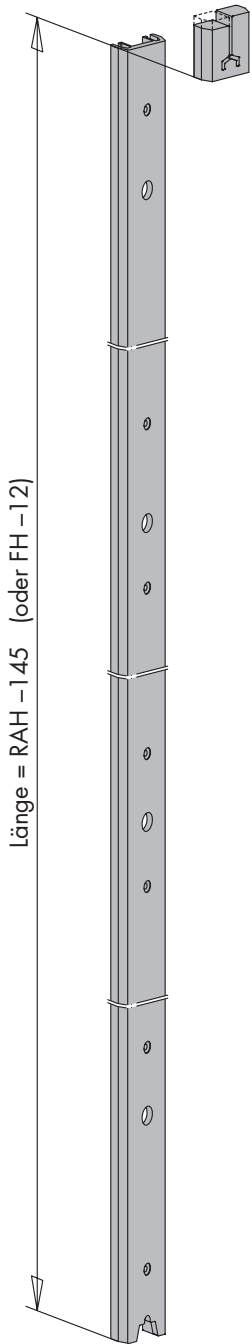

Bild 6
- D** Einbau der Dichtungsschiene B (33).
- Dichtungsschiene B (33) ablängen (Bild 6).
- Dichtungsschiene B (33) einsetzen und anschrauben.
- Füllstück, oben (19) je nach Schieberichtung DIN links oder DIN rechts anpassen (Bild 6) und einsetzen.
- E** Einbau der Dichtung, oben (14).
- Dichtung, oben (14) einsetzen.